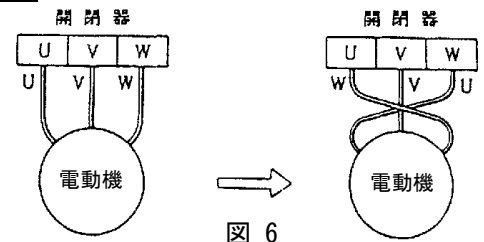

図 6
- 2) 次に回転方向を確認してください。ポンプを運転し、吐出し量が少なく異常音を発する場合は逆回転ですから、三相のうち二相を入れ替えてください。（図 6 参照）